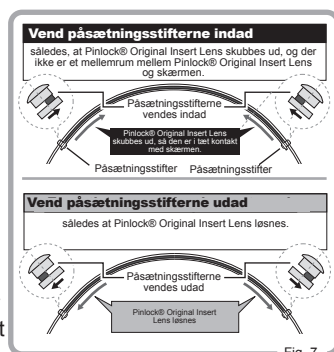

Fig. 7
- ① Fjern skærmen fra hjelmen, og tag Pinlock® Original Insert linsen af skærmen. Stellen Sie die Exzenterstifte ein, indem
- ② Justér påsætningsstifterne ved at dreje dem med et værktøj. (Fig. 7)
- ③ Påfør Pinlock® Original Insert Lens på bagsiden af skærmen. Sørg for, at der ikke er et mellemrum mellem Pinlock® Original Insert Lens og skærmen, efter at skærmen er fastgjort på hjelmen. Hvis der er et mellemrum, følg de samme trin en gang til.